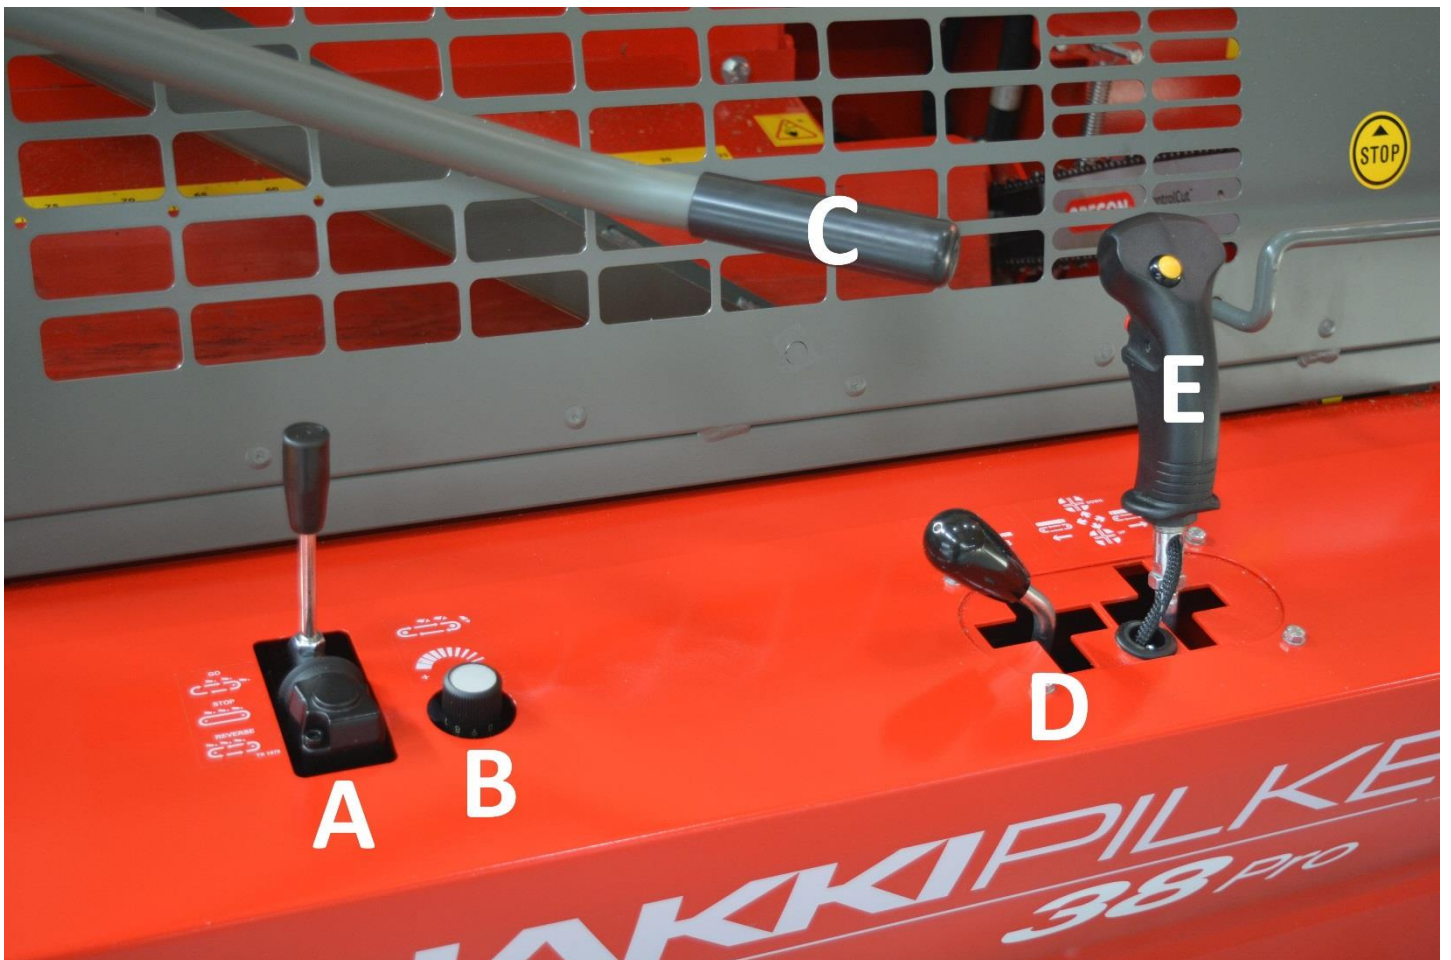

Bild 10. Kontroller
#### Kontrollernas funktion i bild 10
Hakki Pilke 38 Pro-brandmaskinens utmatningsband drivs av en hydraulisk motor. Använd justeraren B för att ändra bandets hastighet (bild 10). Nedan beskrivs hur transportören kan vridas i sidled genom att använda vridspaken A och handtag B:
Om transportörens hydrauliska vridning (tillval) är tillgänglig kan du använda styrspaken D (bild 10) för att svänga transportören i sidled. Med andra ord, **om spaken vrids framåt svänger transportören till vänster och om spaken vrids bakåt svänger transportören till höger.**
Maskinens klyvbett styrs hydrauliskt med styrspaken E (bild 10) (**framåt => bladet sänks, bakåt => bladet höjs**). Stockarna ska alltid vara så centrerade som möjligt när de passerar bladet för att få en enhetlig storlek på vedträdet. Bladet kan sänkas till det lägsta läget på en gång genom att höja bladet till det övre läget och rensa utrymmet under bladet. **Obs!** Klyvbettet kan även justeras med maskinens skyddsgaller öppet. Maskinen måste stängas av och kopplas från strömkällan under rengöring.
12. Gör en testkörning för inmatningstransportörens matning och bakåtvändning med spaken E (bild 10).
13. Aktivera utmatningstransportören med spaken A (bild 10) och justera transportörens hastighet till en lämplig nivå med kontroll B (bild 10). Se också till att spaken A stoppar och backar transportören.
Inmatningstransportören matar vedträdet i vedmaskinen. Vrid styrspaken E (bild 10) till höger för att mata vedträn in i maskinen. Matningen kan backas genom att vrida spaken åt vänster.
3. När stocken stannar vid den mekaniska mätanordningen för kapning ska du hålla stocken på plats genom att placera mer tryck på grepparmen C (bild 10).